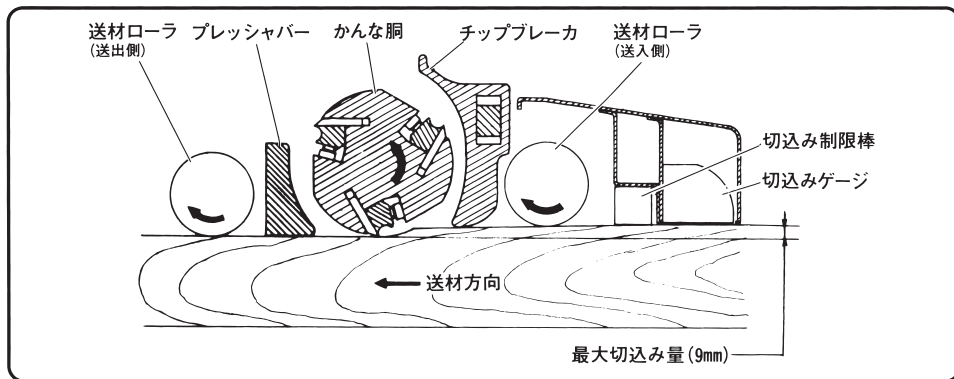

図 20
- 最大切込み量9mm以上削ろうとしても木材は切込み制限棒(図20)に当たり入りません。この場合は切込み量を9mm以下にして、2回以上に分けて切削してください。
(1) 送材速度は、仕上げ面の程度、木材の材質、または切削幅、切込み量に応じて切替えます。
(2) 送材速度はストップを手前に引いたまま変速レバーを上または下に動かすと高速、中速、低速の3段階に切替えることができます。
(3) 送材速度の切替えが終わったらストップを離して、その位置に固定します。
- 木材に傾斜や、曲がりがある場合は、木材が切込み制限棒 (図20参照) につかえて送材が停止することがあります。このとき、送材ローラは無理に回転して磨耗がひどくなりますので、すぐにフットスイッチ **下** を踏むか、昇降ハンドルを左にまわして切込み量を少なくしてください。
- 木材に傾斜や、曲がりがある場合は、木材が切込み制限棒 (図20参照) につかえて送材が停止することがあります。このとき、送材ローラは無理に回転して磨耗がひどくなりますので、すぐに昇降ハンドルを左にまわして、切込み量を少なくしてください。